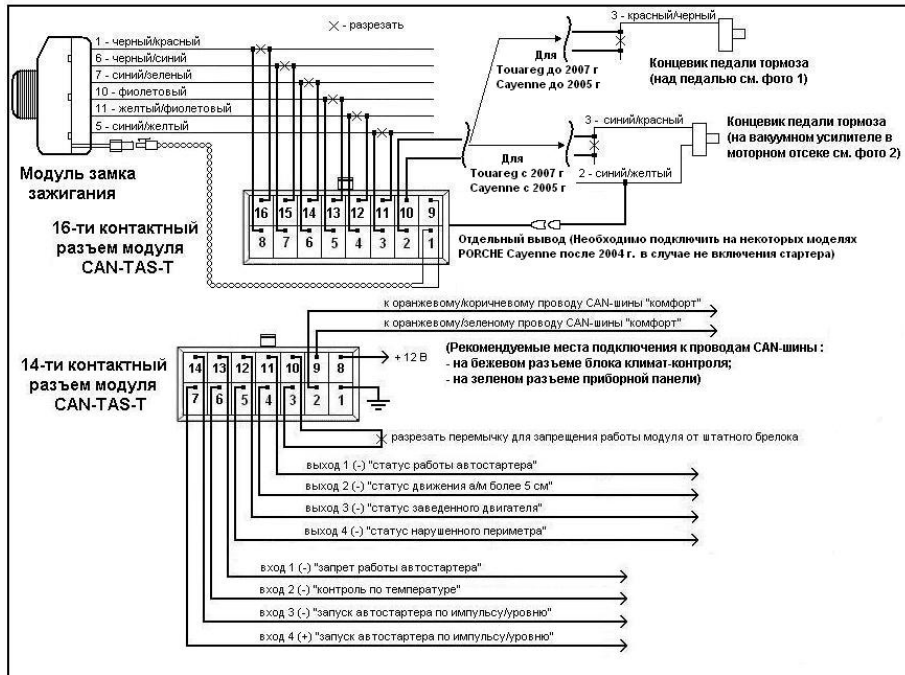

Рис. 1. Схема подключения модуля CAN-TAS-T
9. Скоммутируйте провода 16-ти и 14-ти контактных разъемов модуля согласно схемы подключения (Рис. 1).
5. Нажатие на кнопку закрывания или открывания 3-и раза на штатном брелоке в течение 5-и секунд, при условии разрешения работы модуля автозапуска от штатного брелока (перемычка установлена (рис.1)).